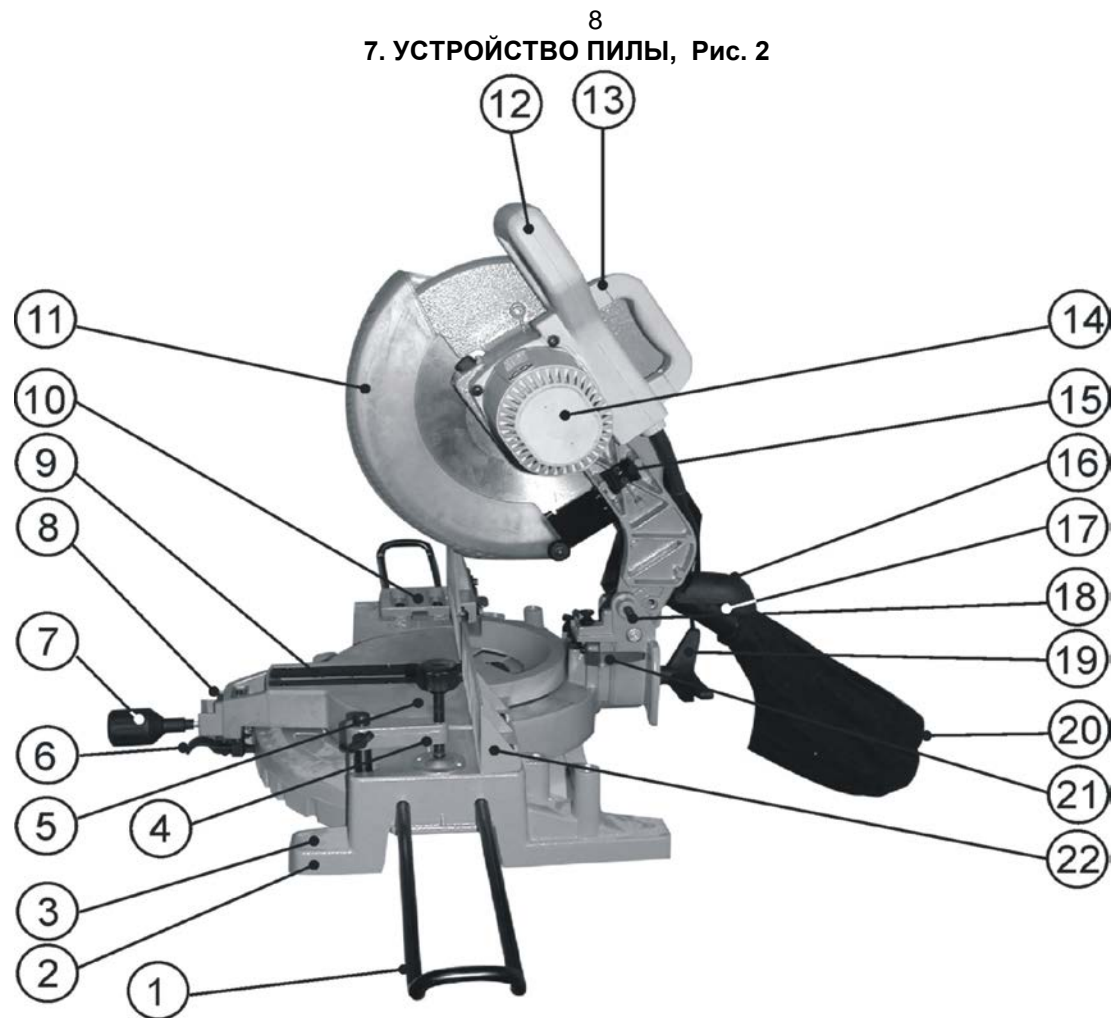
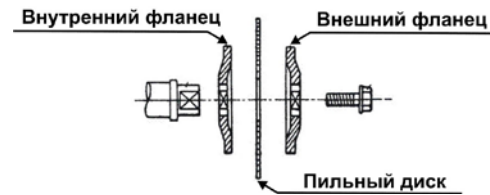
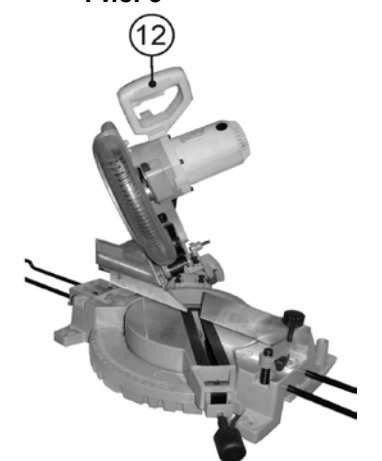

Рис. 2
Рис. 13
Рис. 4
7. УСТРОЙСТВО ПИЛЫ, Рис. 2
8.1. Закрепите поворотный стол (5) с помощью винта фиксации поворотного стола (7) и затяните винт фиксации наклона пилы (19). При транспортировке пилы полностью опускается рукоятка пилы (12) и фиксируется в нижнем положении с помощью стопорной шпильки (18). Транспортировка пилы производится непосредственно за транспортную ручку (13), Рис.2.
9.1.1. Закрепите пилу болтами на ровной и устойчивой поверхности верстака. С этой целью станина (2) пилы имеет четыре отверстия (3). Это обеспечивает устойчивость пилы и безопасность эксплуатации, предотвращает возможность травматизма, Рис.2.
9.2.1. На станине (2) предусмотрены гнезда установки вертикальной струбцины (4). Вертикальная струбцина (4) может быть установлена в станине (2) как слева, так и справа от места распиливания, Рис. 2.
14.2. Установка пильного диска. Установите пильный диск в соответствии с последовательностью, указанной Рис.13 так, чтобы зубья пильного диска были направлены вниз в передней части пилы, Рис.2. Затяните болт крепления (39), Рис.12, вращением против часовой стрелки, придерживая в нажатом положении кнопку фиксации (34) пильного диска (30), Рис. 8.
9.3.1. Перед намеченной операцией определите размер от места распиливания до концов заготовки. Если этот размер превышает 0,55 м, то необходимо установить дополнительные выдвижные опоры (1) с одной или с обеих сторон в специальные отверстия в станине (2) пилы, Рис.2.
10.1. Поднимите вверх крышку (16). На патрубок пылесборника (17) наденьте пылесборник (20), Рис.2.
Используйте пылесборник (20) во время пиления для более аккуратной работы и легкого удаления опилок из рабочей зоны. Когда пылесборник (20) наполнится наполовину, отсоедините его от патрубка пылесборника (17) и освободите от содержимого, расстегнув молнию и слегка встряхнув для удаления опилок, Рис.2.
10.2. При использовании пилы в продолжительном режиме работы целесообразней патрубок пылесборника (17) соединить с пылесосом для сбора стружки и древесной пыли при работе (см.раздел 20, Рис.2).
11.1. Приведение пилы в верхнее положение (Рис.2)
11.2.1. Ослабьте винт фиксации поворотного стола (7), удерживая рычаг фиксации (6) в верхнем положении за головку винта фиксации поворотного стола (7). Поворачивайте поворотный стол (5) на необходимый угол установки, Рис.2.
11.2.2. Поверните стол до совмещения значения угла поворота, нанесённого на поворотном столе (5), с указателем в узле установки поворотного стола (8), Рис.2.
11.3.1. Для изменения угла наклона пиления, удерживая пилу за рукоятку (12), Рис.4, ослабьте установку винта фиксации наклона пилы (19), Рис.2, наклоните пилу влево на предполагаемый угол пиления, контролируя угол по показаниям шкалы (24) и указателя (21), Рис.5. Закрепите положение винтом фиксации наклона пилы (19), Рис.2.
14.1.3. Нажмите на кнопку фиксации пыльного диска (34), Рис.8. Используя входящий в комплект к пиле ключ (E), Рис.1, отверните болт крепления пыльного диска (39), Рис.12, поворачивая его по часовой стрелке (при этом, пыльный диск не должен вращаться). Снимите внешний фланец и пыльный диск, Рис.13.